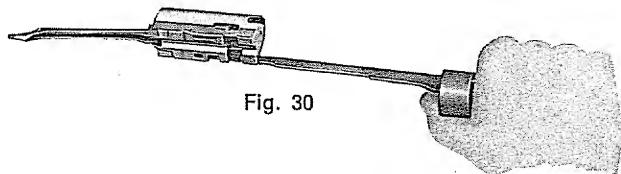
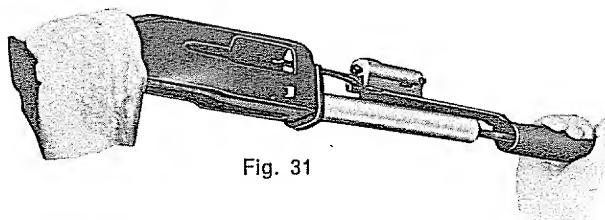

Fig. 30
Fig. 31
- c) Tenendo impugnato il manicotto, curando che il pezzo appoggi sull'asta (fig. 30).
introdurre il gruppo otturatore nella culla (fig. 31) avendo cura che la biella
- c — hold action bar sleeve as shown in fig. 30 so that bolt assembly rests on the action bar: insert bolt assembly into the receiver (fig. 31).
- c — en tenant le manchon du bras de commande comme indiqué dans la fig. 30 introduire le groupe culasse mobile dans la boîte de culasse.
S'assurer que la tige de la bielle (en position coaxiale avec le groupe de la culasse mobile) vienne buter dans le logement prévu à cet effet dans le bouchon de la tige du ressort récupérateur et que le manchon du bras de commande glisse librement le long du tube magasin (fig. 31 et 32)